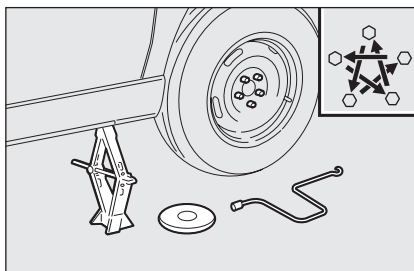

fig. 7
- ☐ draai de wielbouten kruiselings vast, in de volgorde die in **fig. 7** is aangegeven;